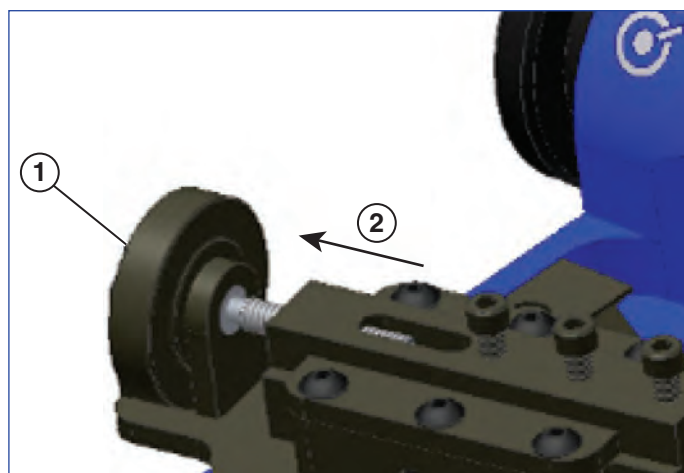

Рисунок 9
7. Рукояткой регулировки глубины установите резцовую головку во втянутое положение (см. рисунок 9).